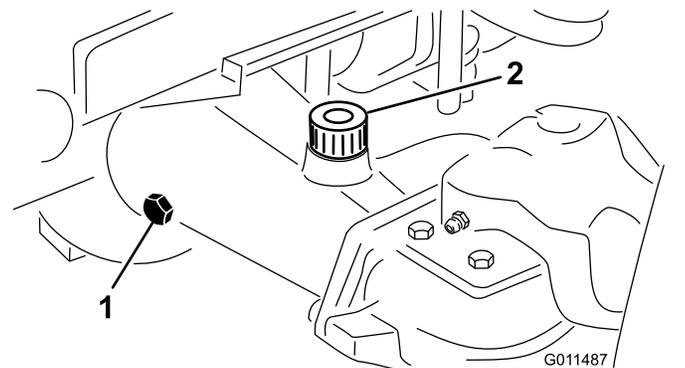

Bild 13
2. Entfernen Sie eine Prüfschraube aus einem Ende der Achse (**Bild 13**) und stellen sicher, dass das Öl die Unterseite des Lochs erreicht. Entfernen Sie bei niedrigem Ölstand die Füllschraube (**Bild 13**) und füllen genug Öl ein, um den Stand bis an die Unterseite der Prüfschraubenöffnungen anzuheben.